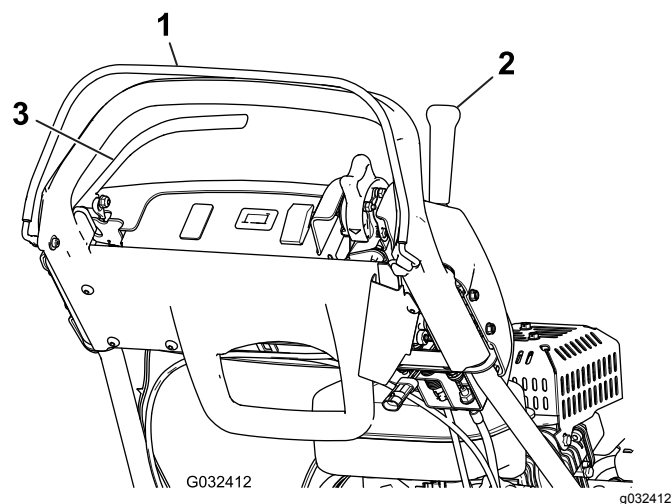

Figura 31
3. Con el CPO quitado, intente engranar la palanca de tracción (Figura 31). La palanca de tracción no debe engranarse. Si la palanca de tracción se engrana, es necesario ajustar el sistema de interruptores de seguridad. Corrija el problema antes de usar la máquina; consulte Mantenimiento del interruptor de seguridad de la tracción \(página 31\).
4. Con el CPO apretado y la palanca de tracción engranada, suelte el CPO (Figura 31). La palanca de tracción debe desengranarse. Si la palanca de tracción no se desengrana, es necesario ajustar el sistema de interruptores de seguridad. Corrija el problema antes de usar la máquina; consulte Mantenimiento del interruptor de seguridad de la tracción \(página 31\).
5. Con el CPO apretado y la palanca de cambios hacia la izquierda, engrane la tracción y el molinete, y suelte el CPO (Figura 31). La palanca de tracción debe desengranarse. Si la palanca de tracción no se desengrana, es necesario ajustar el sistema de interruptores de seguridad. Corrija el problema antes de usar la máquina; consulte Mantenimiento del interruptor de seguridad de la tracción \(página 31\) o Ajuste del control del molinete \(página 35\).
6. Con el CPO presionado y la palanca de cambios hacia la izquierda para engranar la tracción y el molinete, mueva la palanca de cambios a la derecha para desengranar la transmisión del molinete (Figura 31). La transmisión del molinete debe desengranarse. Si la transmisión del molinete no se desengrana, es necesario ajustar el sistema de interruptores de seguridad. Corrija el problema antes de usar la máquina; consulte Ajuste del control del molinete \(página 35\).
2. Con el CPO apretado, la palanca de tracción engranada y los controles del motor en la posición de arranque (Figura 31). Intente arrancar el motor. El motor no debe arrancar. Si el motor arranca, es necesario ajustar el interruptor de seguridad. Corrija el problema antes de usar la máquina. Consulte Mantenimiento del interruptor de seguridad de la tracción \(página 31\).
2. Con la palanca de tracción desengranada, el freno de servicio puesto y los controles del motor en la posición de arranque (Figura 31), intente arrancar el motor. El motor debe arrancar. Si el motor no arranca, es necesario ajustar el interruptor de seguridad. Corrija el problema antes de usar la máquina; consulte (página).
3. Con el motor en marcha, ponga el freno de servicio (no el freno de estacionamiento), apriete el CPO y engrane la palanca de tracción (Figura 31). El motor debe trabajar para superar el efecto del freno, pero no debe pararse. Si el motor se para inmediatamente, es necesario ajustar el interruptor de seguridad. Corrija el problema antes de usar la máquina; consulte (página).
4. Con el motor en marcha, ponga el seguro del freno de estacionamiento, apriete el CPO y engrane la palanca de tracción (Figura 31). El motor debe pararse. Si el motor no se para, es necesario ajustar el interruptor de seguridad. Corrija el problema antes de usar la máquina; consulte (página).